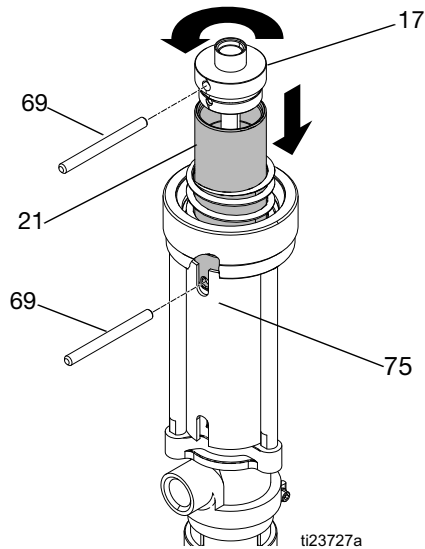

FIG. 13
5. Alinee la ranura del protector (75) con el orificio del pistón e inserte la herramienta de aguja (69) en dicho orificio para evitar que gire el pistón. Utilice una segunda herramienta de aguja (69) para destornillar la tapa del pistón (17) y separarlo del pistón (21) para dejar expuesta la clavija (19). Consulte la FIG. 13.